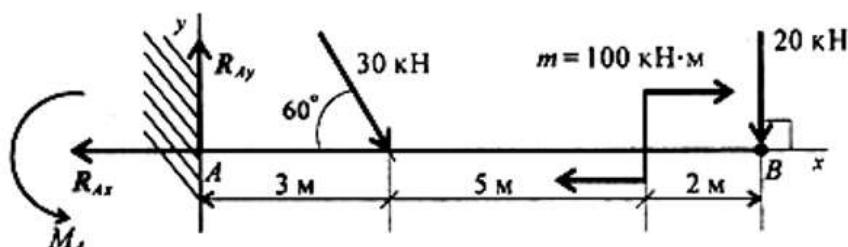

Рисунок 1 – Балка с защемленным концом
**Пример 1.** Одноопорная (защемленная) балка нагружена сосредоточенными силами и парой сил (рисунок 1). Определить реакции заделки.